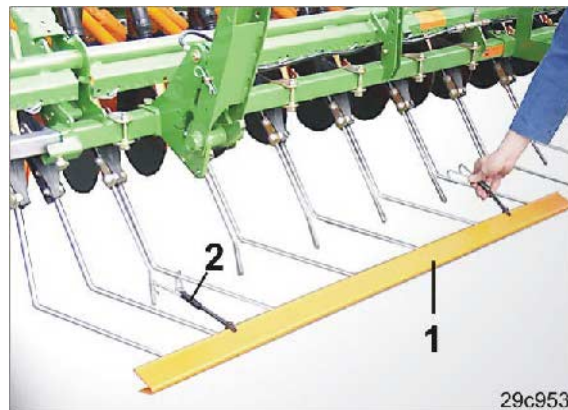

Рис. 139
7. Состоящую из нескольких частей планку безопасности (Рис. 139/1) передвиньте над концами пальцев выравнивателя типа "Ехакт".
8. Планку безопасности закрепите на выравнивателе типа "Ехакт" с помощью пружинных держателей (Рис. 139/2).